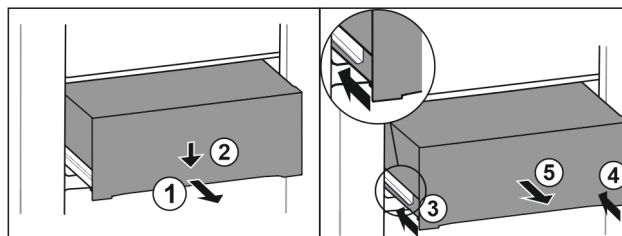

Fig. 60
- Træk skuffen halvt ud. Fig. 60 (1)
- Tryk skuffen ned på forsiden. Fig. 60 (2)
- Skub venstre skinne ca. 2 cm ind. Fig. 60 (3)
- Skub højre skinne ca. 2 cm ind. Fig. 60 (4)
- Tag skuffen ud fremefter. Fig. 60 (5)